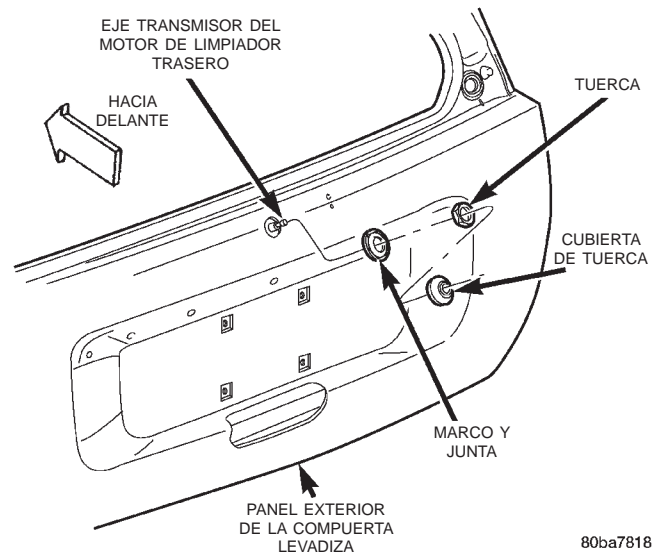

Fig. 13 Desmontaje e instalación del eje transmisor del motor de limpiador trasero
(1) Desconecte y aisle el cable negativo de la batería.
(2) Desde el exterior de la compuerta levadiza, retire el brazo del limpiador trasero del eje transmisor del motor de limpiador trasero. Para obtener mayor información, consulte **Brazo del limpiador** en la sección Desmontaje e instalación de este grupo.
(3) Utilice una herramienta de desmontaje de panel tapizado de puerta para hacer palanca suavemente en la base de la cubierta de la tuerca donde se junta con el marco y la arandela de goma del eje transmisor del motor de limpiador en el panel de la compuerta levadiza, hasta que se desprenda del eje transmisor del motor de limpiador trasero (Fig. 13). Se debe ser muy cuidadoso para proteger el panel exterior de la compuerta levadiza y el acabado de la pintura de cualquier daño durante el procedimiento.